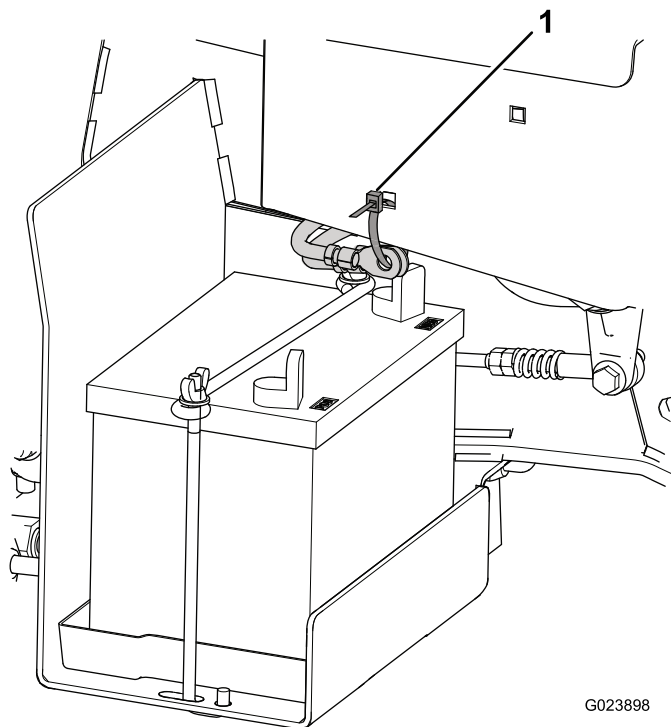

Bild 4
1. Schneiden Sie die Kabelbinde durch, mit der die Batteriekabel am Rahmen befestigt sind, und werfen Sie die Kabelbinde weg (Bild 4).